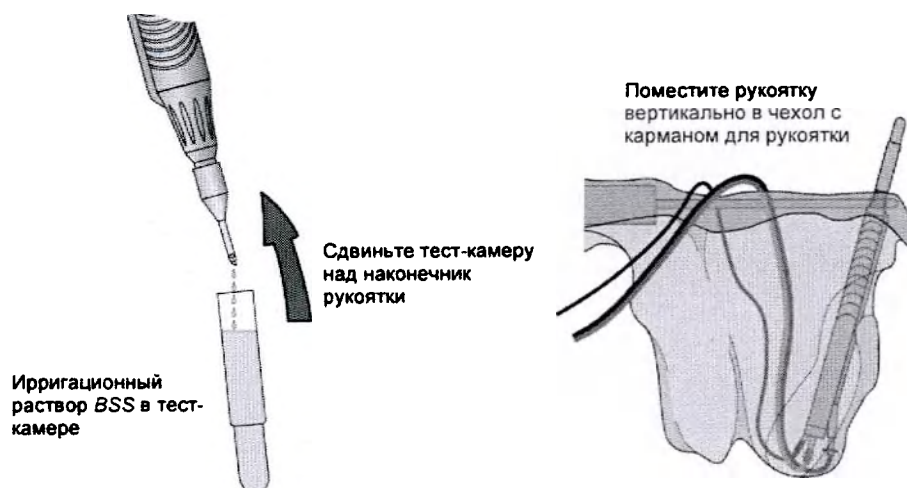

Рисунок 3-4 Подготовка тест-камеры и размещение рукоятки в кармане
13. Держите рукоятку с направленным вниз в тест-камеру наконечником (смотрите Рисунок 3-4) и активируйте «Заполнение (Fill)» на экране установки. Наблюдайте за поступлением ирригационной жидкости из портов ирригации и аспирации, полностью заполните тест-камеру и наденьте ее на край рукоятки. Удостоверьтесь в отсутствии пузырей воздуха в тест-камере. Операционная медсестра